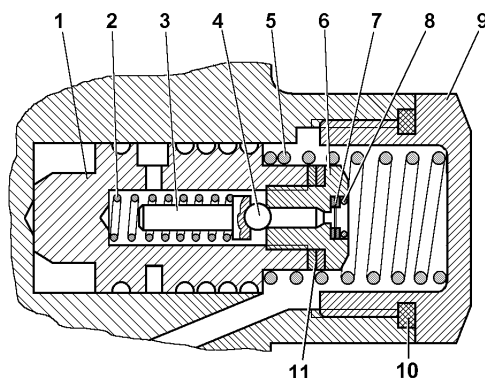

Рис. 12.2. Расходный и предохранительный клапаны насоса:
1. Отверните пробку-заглушку 9 (рис. 12.2), расположенную над выходным отверстием насоса.